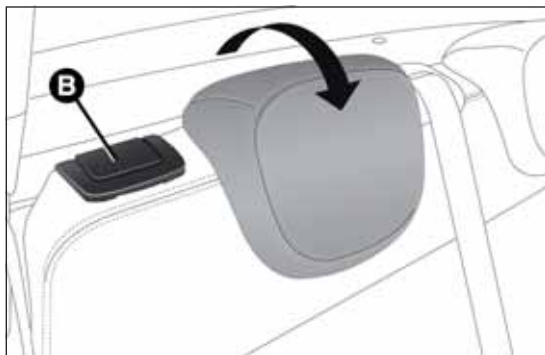
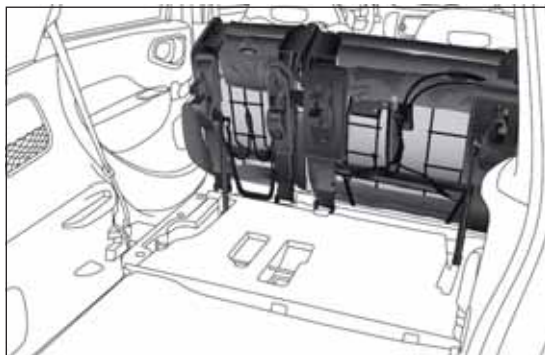

fig. 3
fig. 4
- ☐ sollevare la leva di sgancio B fig. 3 per ribaltare completamente il sedile della seconda fila: lo schienale ed il cuscino verranno ribaltati automaticamente in avanti (vedere fig. 4). Se necessario accompagnare lo schienale nella prima parte del ribaltamento.